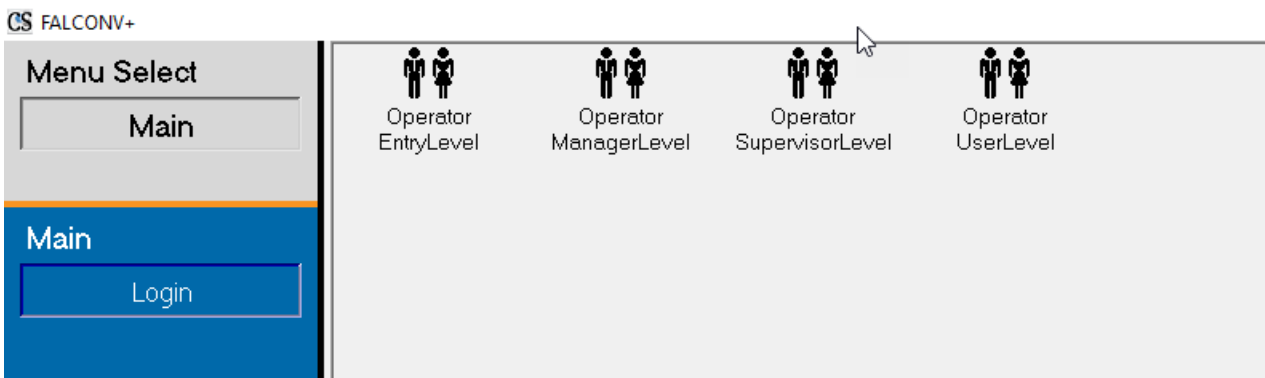

Abbildung 3-2: CertainScan Hauptanmeldung
5. Der CertainScan-Hauptbildschirm wird für die Bedieneranmeldung angezeigt (Abbildung 3-2).